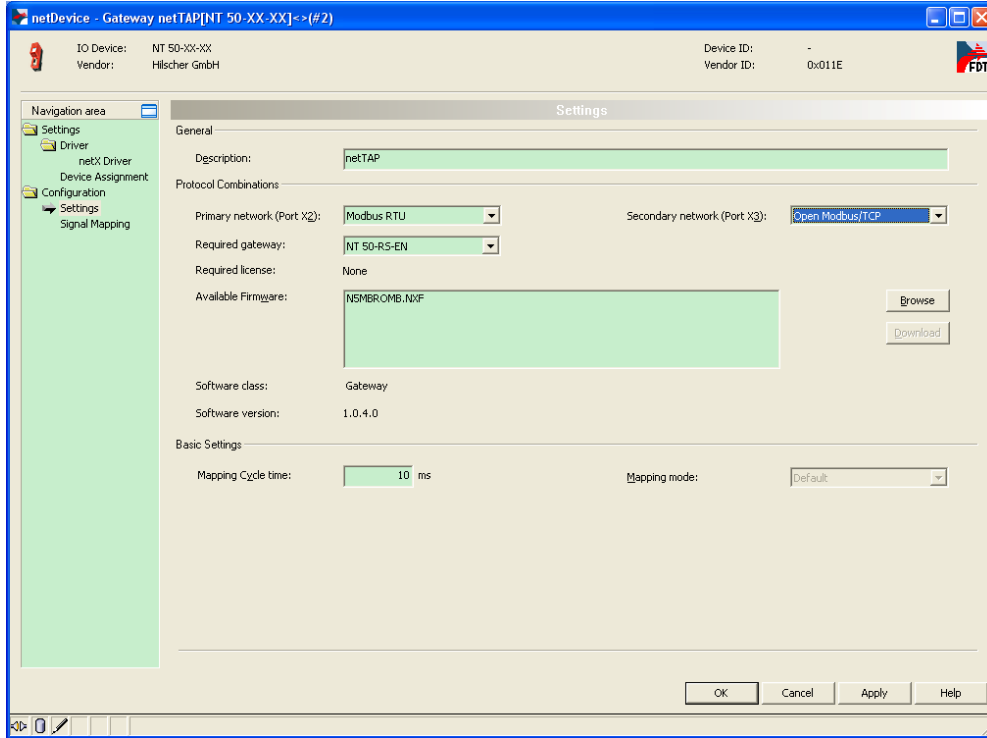

图 31
1) Port X3 侧的协议选择 Open Modbus/TCP，如图 31 所示。